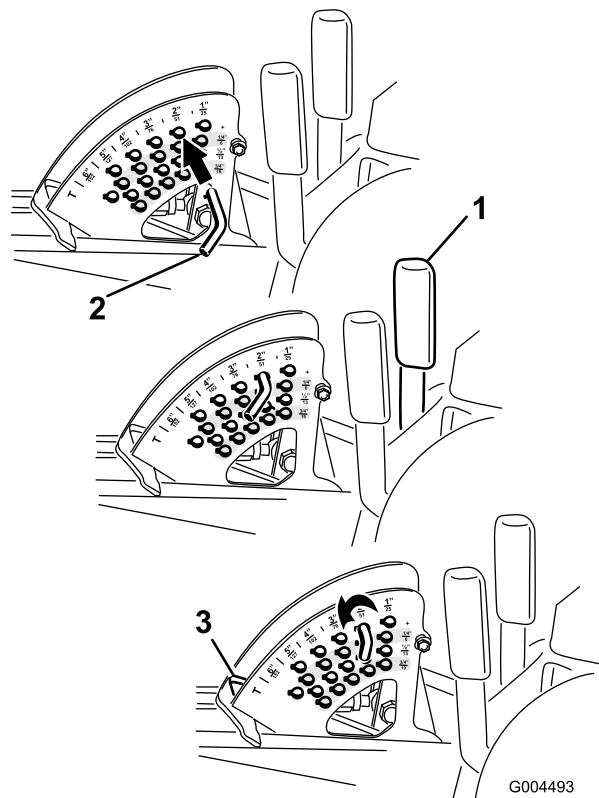

図 23
注 デッキを上昇位置にロックするには、上昇位置からさらに 15 cm 上昇させ、刈高ストップ・ピンを抜いて（刈高の調整の項を参照）、刈高 15 cm (6インチ) の穴に通します（図 23）。
- エンジンが回転している状態で、デッキ昇降レバーを手前に引き、デッキが完全に上昇したら **直ちにレバーから手を離す** (図 23)。
- ストップ・ピンについているロール・ピンを回してピンと刈高設定穴のスロットとが整列したところでピンを抜き取る (図 23)。
- 刈高ブラケットについている穴から、希望する刈高に対応する穴を見つけ、その穴にピンを通し、ピンを回してロックする (図 23)。
注 刈高設定穴は、扇形の外周に一番近い段から全部で4段（列）あります（図 23）。外周側の列は、外周部に刻印されている通りの刈高の穴です。2列目の穴は、1列目の刈高よりも 6 mm 高い刈高となります。3列目の穴は、1列目の刈高よりも 12 mm 高い刈高となります。4列目の穴は、1列目の刈高よりも 18 mm 高い刈高となります。刈高 158 mm だけは例外で、2列目のはずれにあります。この穴にセットすると 刈高 158 mm となります（6 mm アップにはなりません）。